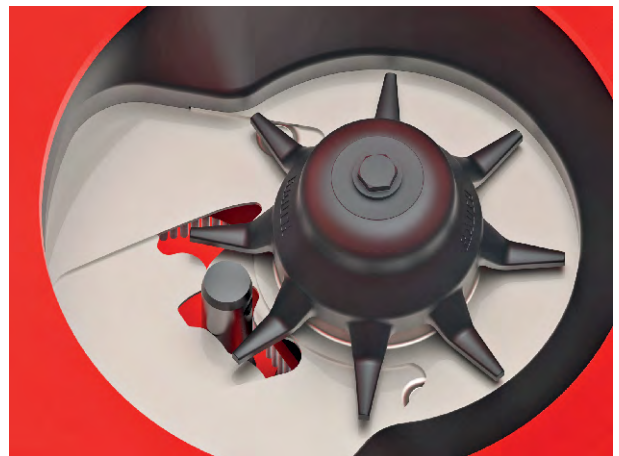

Fig. 57: Dragarmsbult bult i doseringsöppning
- ✓ Doseringsspjället är lätt tryckt mot bulten. Se Fig. 57 Dragarmsbult bult i doseringsöppning.